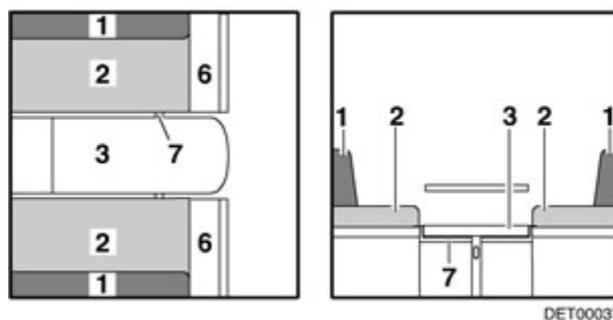

Fig. 85 Pendant la transformation
- Rabattre la rallonge de la banquette (Fig. 85,6) vers le haut et enclencher avec le rabat.